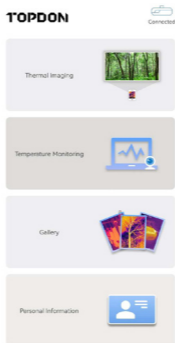

рисунок 3.1.3
3. Откройте приложение TC001. На значке в правом верхнем углу главного экрана появится надпись "**Подключено**" (см. рисунок 3.1.3).